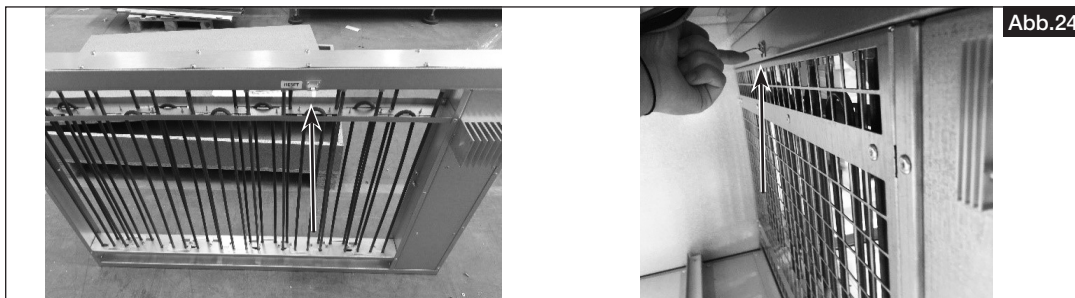

Abb.24
2. Für eine manuelle Rückstellung den RESET-Hebel nach oben drücken (s. Abb. 24).